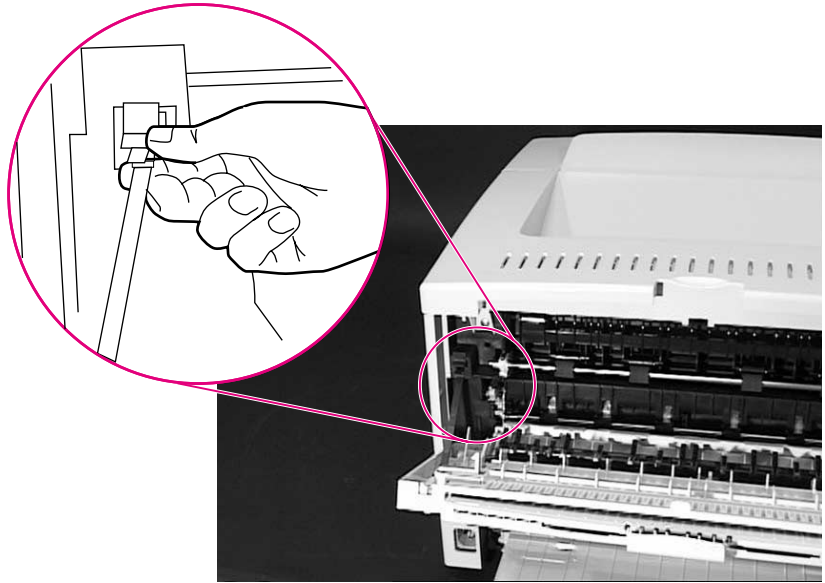

Figura 17 Extracción de la cinta de soporte (vista posterior de la impresora)
- a. Apriete la parte superior de la cinta con el dedo índice situado debajo de la cinta y el pulgar sobre la pestaña (Figura 17).